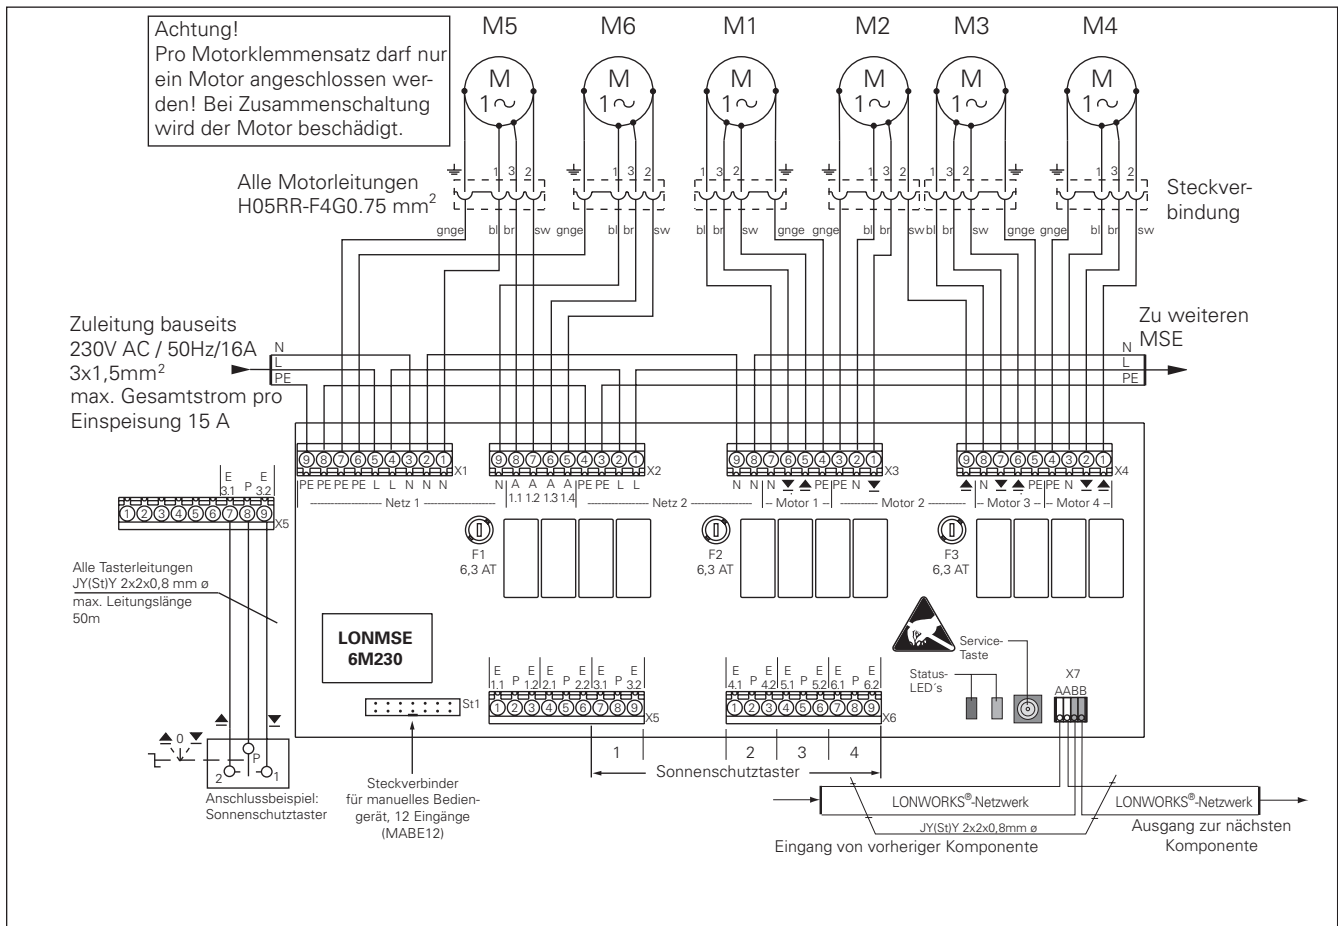

Abb. 7: Anschlussplan LONMSE 6M230 / 6 Antriebe
- Der elektrische Anschluss der Motorsteuereinheit erfolgt nach umseitigem Anschlussplan (s. Abb. 7, 8).